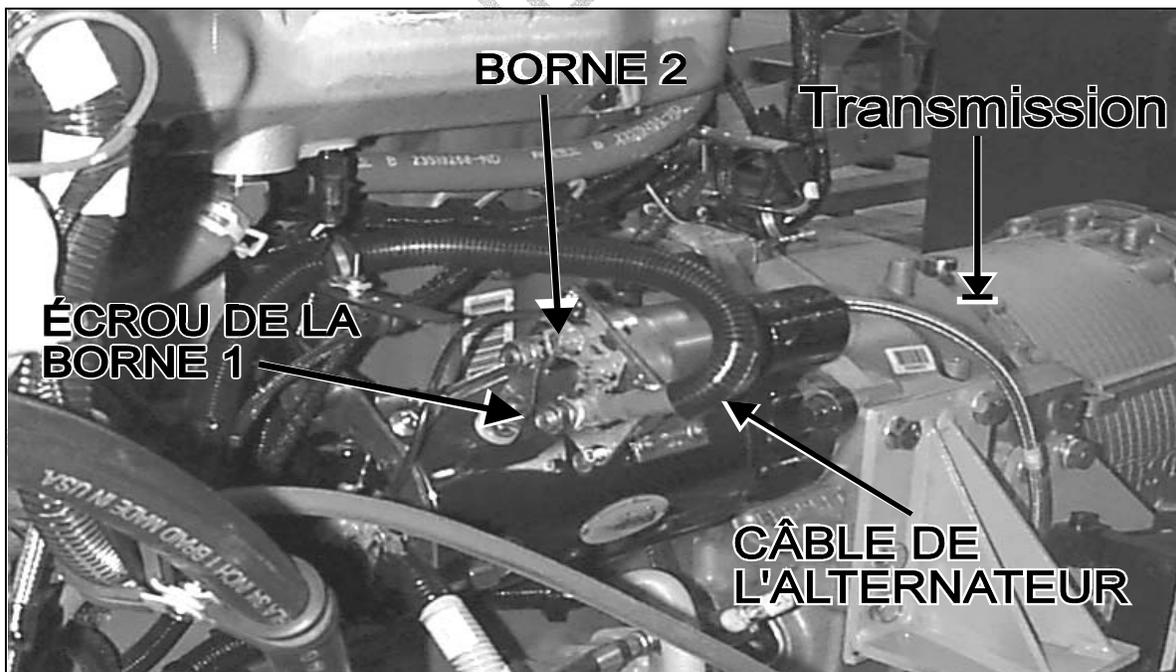

FIGURE 1: VUE DU DÉMARREUR ET DE LA TRANSMISSION
Tout d'abord, il est primordial d'inspecter les câbles du démarreur. La figure 1 démontre la bonne position du câble de l'alternateur. Si votre câble est placé comme sur la figure 1, il n'y a aucun danger et vous avez terminé le bulletin. Si la position du câble est différente, voici un tableau qui résume les observations possibles à faire sur le véhicule avec la section correspondante.
1. Localiser le démarreur modèle 50MT dans le compartiment droit du moteur (Fig. 1).
2. Dévisser l'écrou de la borne 1 (positive) sur le démarreur et retirer le câble de l'alternateur et le câble des batteries (Fig.1).
- Positionner le câble de l'alternateur la borne 1 (positive) tel qu'indiqué sur la figure 1. Il s'agit de faire un cercle vers l'extérieur du compartiment pour empêcher le frottement du câble sur la borne 2 (négative) du solénoïde du démarreur.
Avertissement: La figure 1 démontre la bonne position du câble de l'alternateur sur la borne 1 (positive). De plus, un autre câble est attaché à la borne 1 (positive) (Non illustré sur la figure 1). Il s'agit du câble des batteries. Ces deux câbles ne doivent pas toucher à la borne 2 (négative).
- Appliquer à l'écrou du démarreur un couple de serrage entre 27-34 N•m (20-25 lbf•ft) tout en s'assurant que le câble de l'alternateur garde la position démontrée sur la figure 1.
1. Localiser le démarreur modèle 50MT dans le Compartiment droit du Moteur (Fig. 1).
6. Positionner le nouveau câble (Prévost #063297) de l'alternateur à la borne 1 (positive) tel qu'indiqué sur la figure 1. Il s'agit de faire un cercle vers l'extérieur du compartiment pour empêcher le frottement du câble sur la borne 2 (négative) du démarreur.